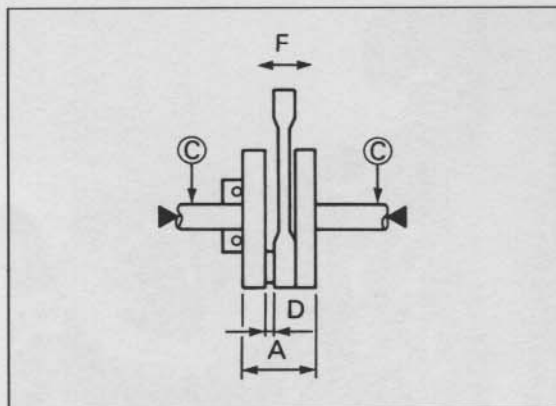

Bild 174
- Seitenspiel der Pleuellagerung messen (Messung D in Bild 174 – Sollwert: 0,25 bis 0,75 mm). Kurbelwangenbreite messen (Messung A in Bild 174 – Sollwert: 74,95 bis 75,00 mm).
- Kurbelwelle zwischen Spitzen montieren und mit Messuhr an Lagerzapfen Schlag messen. Dabei beachten, dass tatsächlicher Schlag nur der Hälfte des angezeigten Wertes entspricht (Messung C in Bild 174 – Verschleißgrenze: 0,03 mm).
- Ausweichung des oberen Pleuelauges soll 0,8 bis 1,0 mm betragen (Messung F in Bild 174). Es darf kein Höhenspiel fühlbar sein!